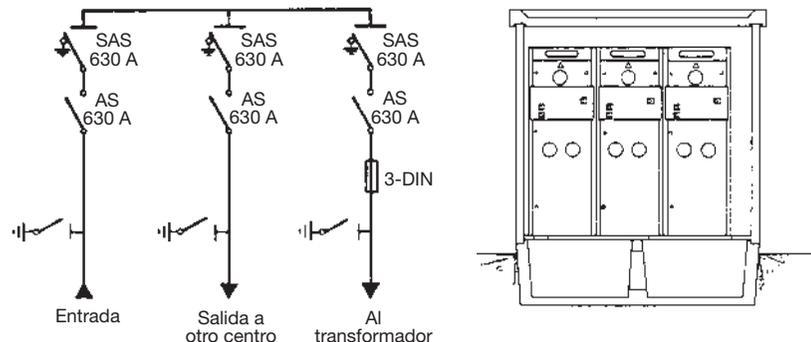

Fig. 1.16. CT alimentado en paso.
- **CT alimentado en paso.** También se conoce como CT alimentado en anillo o bucle. Dispone de una línea de entrada y una línea de salida hacia otro centro. Puede tener un punto en el que es posible seccionar la red de AT (Fig. 1.16).